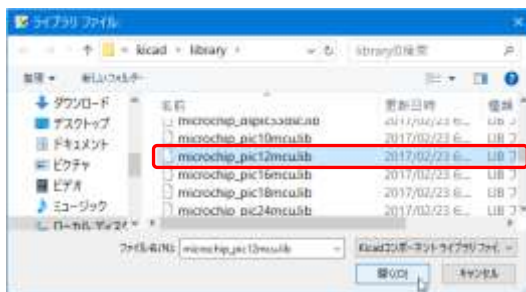

図 5-7
- ② ライブラリファイル microchip_pic12mcu.lib を選択→[開く]をクリック 図 5-7